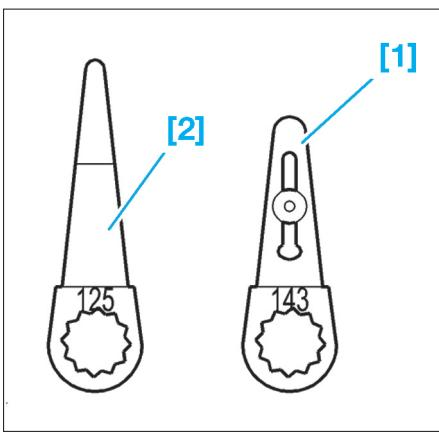
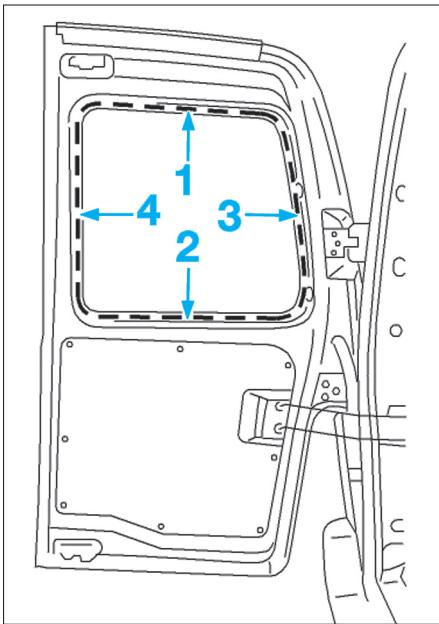

FIG. 10
FIG. 11
VITRE DE PORTE BATTANTE**OUTILLAGE NÉCESSAIRE (FIG.10)**
- Découper le joint en (1) et (2) avec l'outil [1] (réglage de la lame à 27 mm) (Fig.10) et (Fig.11).
- Découper le joint (3) avec l'outil [1] (réglage de la lame à 27 mm).
- Découper le joint en (4) avec l'outil [2].